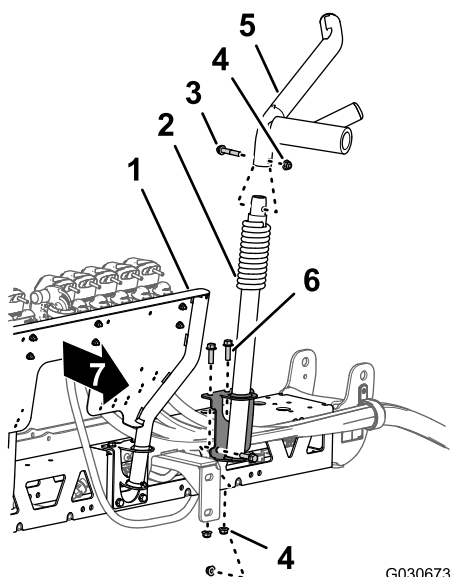

Рисунок 123
4. Совместите отверстия в монтажном кронштейне новой левой нижней опоры стрелы с отверстиями в верхней и передней частях (слева от крепления коллектора) новой средней секции стрелы (Рисунок 123).
- Установите верхнюю опору, снятую при выполнении пункта 1 в разделе Снятие опоры стрелы \(страница 42\), на левую нижнюю опору (Рисунок 123) при помощи болта с фланцевой головкой ($\frac{3}{8}$ x 2 дюйма) и фланцевой контргайки ($\frac{3}{8}$ дюйма).